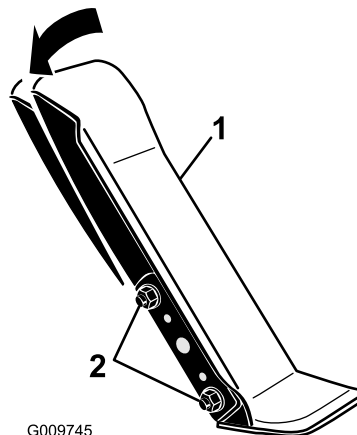

Figure 65
1. Desserrez les 2 écrous et boulons qui fixent le côté gauche de la pédale de déplacement au support (Figure 65).
2. Faites pivoter la pédale à l'angle voulu puis serrez les écrous (Figure 65).